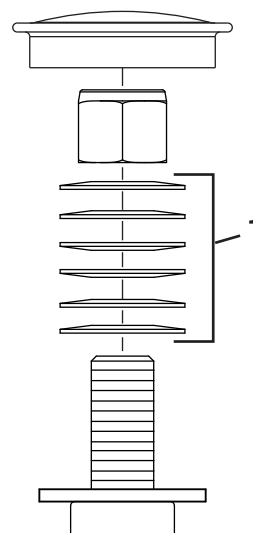

Рисунок 50
3. Снимите пылезащитную крышку с поворотного колеса и затяните контргайку (Рисунок 50).
4. Затягивайте контргайку до тех пор, пока пружинные шайбы не станут плоскими, и затем отверните на 1/4 оборота, чтобы правильно установить предварительную нагрузку на подшипниках (Рисунок 50).
Внимание: Убедитесь, что пружинные шайбы установлены правильно, как показано на Рисунок 50.
5. Установите пылезащитную крышку (Рисунок 50).